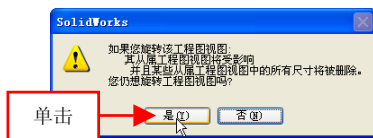

图 12-10 单击【是】按钮
(4) 弹出信息提示框，单击【是】按钮，如图 12-10 所示。